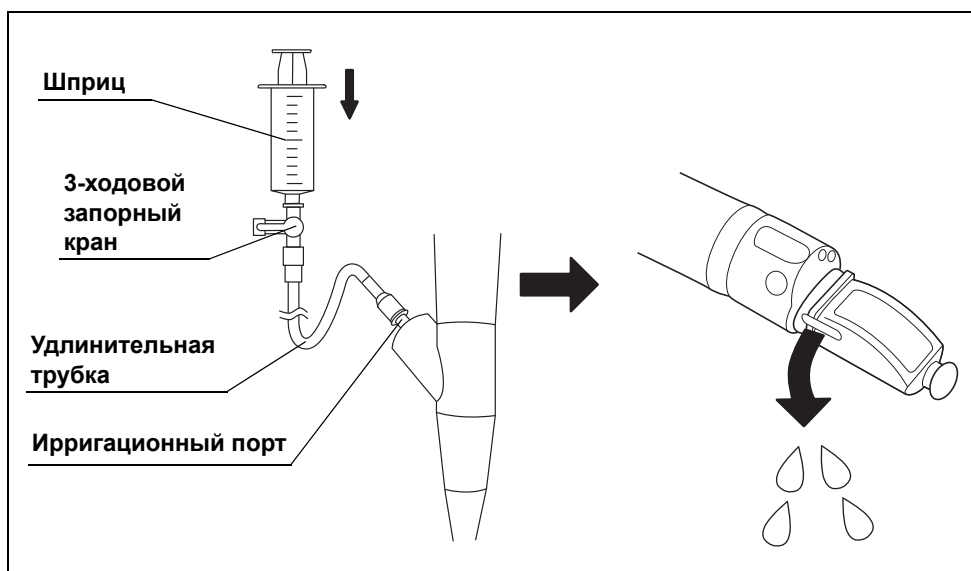

рисунок 3.32
- 1 Подсоедините удлинительную трубку, 3-ходовой запорный кран и шприц к ирригационному порту, как показано на Рис. 3.32.